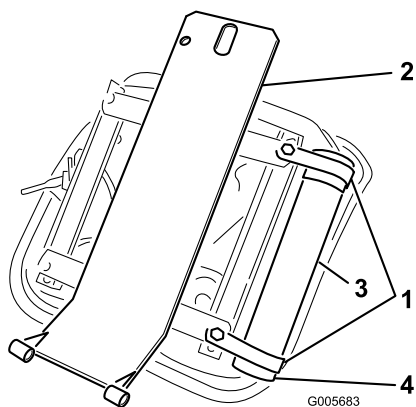

Figura 7
- 1. Desaperte ligeiramente (2) grampos R do lado direito da parte de baixo do banco com 2 parafusos de capa e anilhas planas fornecidos no kit (Fig. 6). Instale o tubo manual nos grampos R e aperte os parafusos de capa (Figura 7).